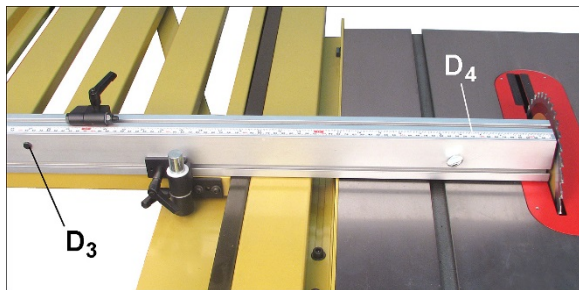

Рисунок 8-11
1. Ослабьте винт (D₃, рисунок 8-11) и сдвиньте шкалу упора (D₄) до совпадения с правым концом упора. Затяните винт (D₃).
Если упор установлен в заднем положении ослабьте винт (D₃, рисунок 8-11), выньте шкалу, поверните ее на 180° и вставьте обратно в упор. Отсчет шкалы теперь начинается правильно со стороны пильного диска.